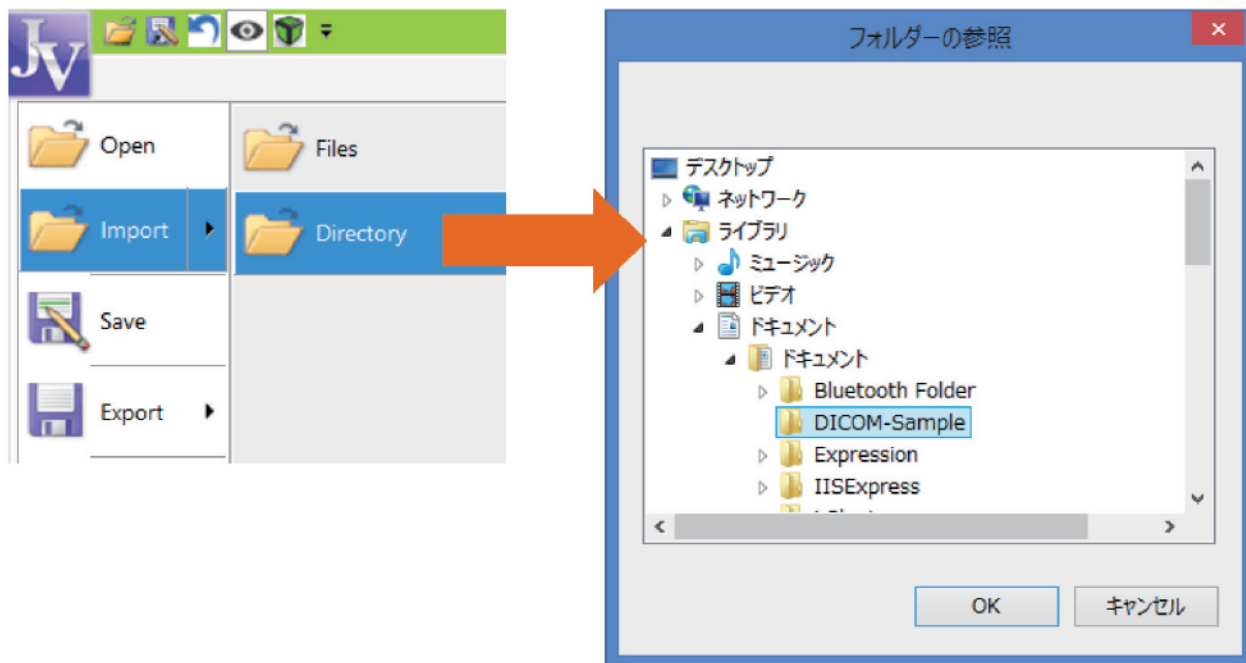

図3-1 DICOM画像フォルダの選択
1. 左上のJVアイコンから[Import]の[Directory]を選択します。フォルダの参照ダイアログが出ますので、フォルダを選択し、OKボタンをクリックします。(図3-1)